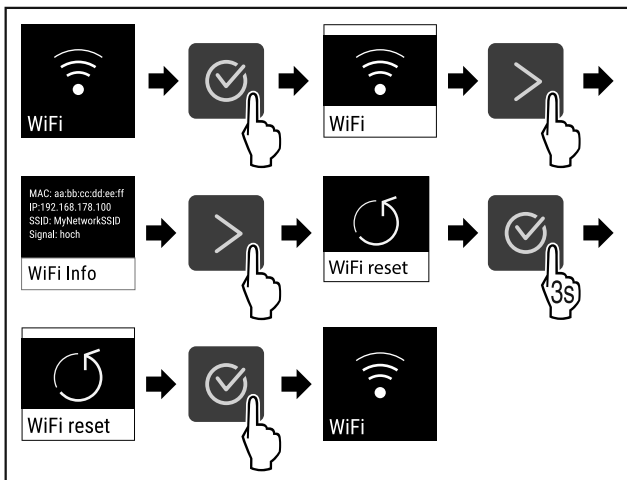

Fig. 88
- ▶ Genomför stegen (se Fig. 88).